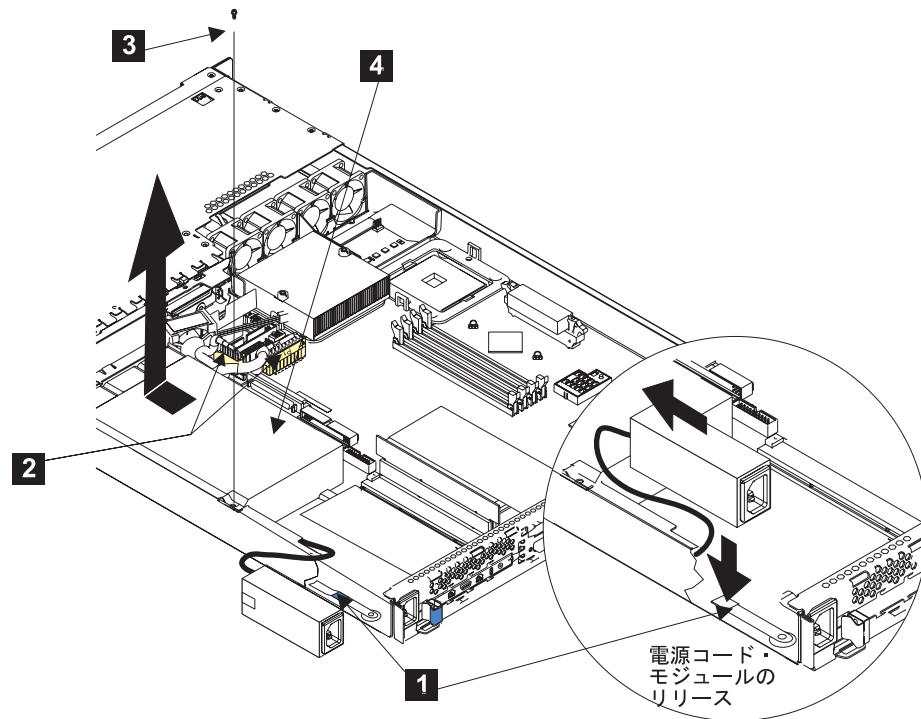

図 90. SAN ボリューム・コントローラー 2145-4F2 電源装置の交換
1. 電源装置 **4** を SAN ボリューム・コントローラー 2145-4F2 内にスライドします。297 ページの図 90 を参照してください。